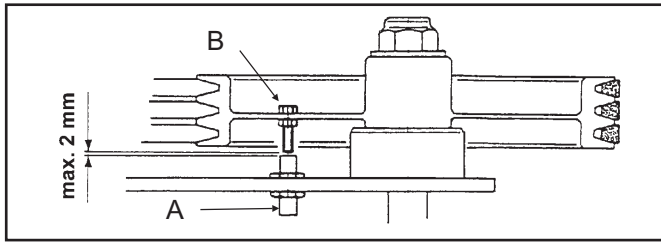

Fig.57 - Abb.57
- Verificare che la distanza fra il sensore (A) posto sulla puleggia di ogni motore e la vite (B) di lettura non sia superiore a 2 mm. (fig.57). Diversamente chiamare il centro assistenza autorizzato per far compiere la regolazione.
- Make sure that the distance between the sensor (A) on the pulley of each motor and the reading screw (B) is no greater than 2 mm (Fig.57). Otherwise, call your authorized service centre to make the adjustment.
- Vérifier que la distance entre le capteur (A) situé sous la poulie de chaque vis (B) et l'index de lecture n'excède pas 2 mm (fig. 57). Dans le cas contraire, faire effectuer le réglage par un technicien du Centre Technique Agréé.
Der Abstand zwischen den auf der Tragschiebe Sensor (A) jedes Motors und die Leseschraube (B) muß immer max. 2cm sein (Abb. 57). Wenn nichts, muß man die zugelassene Kundendienststelle anrufen.
- Verificar que la distancia entre el sensor (A) colocado en la polea de cada motor y el tornillo (B) no sea superior a 2 mm (Fig.57). De no ser así, llamar al Centro de Asistencia autorizado para regular dicha distancia.